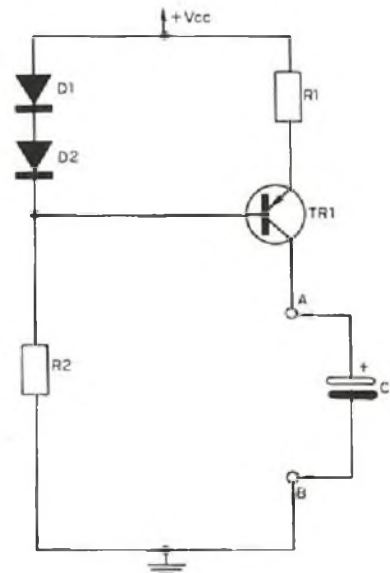

FIGURA 1
Recorrendo à minha biblioteca de consulta, acabei por encontrar um desses circuitos de corrente constante, exatamente o mostrado na figura 1. A corrente que circula pelo coletor de TR1 depende, em princípio, do valor ôhmico de R1; desta forma, qualquer que seja a carga posta entre os pontos A e B desse circuito (figura 1), inclusive curto, irá circular em pré-fixado valor de corrente, no caso de um capacitor a ddp do ponto A irá crescendo lentamente, e de forma linear, obedecendo a equação (I) acima.
A primeira idéia foi a de estabelecer um certo tempo (fixo) e medir a tensão nos bornes do capacitor que assim se tornaria inversamente proporcional à capacitância do capacitor. De fato:  $I = \text{constante}$ , fixada pelo circuito da figura 1, e o tempo  $t$  também constante, estabelecido por um monoestável de precisão, fazem com que a expressão acima assumo o seguinte aspecto.
o Inconveniente da idéia: Eu teria de projetar um circuito capaz de "sentir" o exato momento que a carga do capacitor atingia o valor de tensão  $V_c$  previamente ajustado, e mais, tal circuito deveria dispor de alta impedância de entrada de forma a não existir interação com o circuito anterior (de carga do capacitor - figura 1).
cia de entrada, não sobrecarregando o estágio anterior através de sua entrada inversora que é conectada ao ponto A do esquemático da figura 1. Enquanto o potencial dessa entrada não inversora é inferior ao estabelecido pelo conjunto  $R1 - P1$ , o operacional apresenta essa sua saída, praticamente, a tensão de alimentação  $+V_{cc}$  e com isso o capacitor  $C1$ , que atua como memória, começa a carregar-se linearmente através da fonte de corrente constante propiciada pelo conjunto  $D1$  a  $D4$ ,  $R3$ ,  $R4$ ,  $TR1$  e saída do amplificador operacional C.I. 1. Tão logo o capacitor sob teste apresente uma ddp ligeiramente superior ao de referência do A.O. (amplificador operacional), a saída deste último comuta para praticamente  $-V_{cc}$ , interrompendo a carga de  $C1$  ainda que o capacitor em teste continue a carregar-se. Conclui-se, então, que a tensão sobre os bornes de  $C1$  é diretamente proporcional à carga de  $C_x$  adquirida, durante o tempo  $t$ , para atingir a tensão de referência.